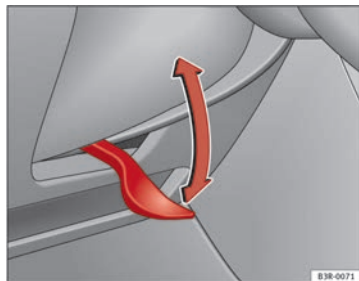

Abb. 133 Hebel unter der Lenksäule
- Schwenken Sie den Hebel ⇒ Abb. 133 nach unten ⇒ ⚠.